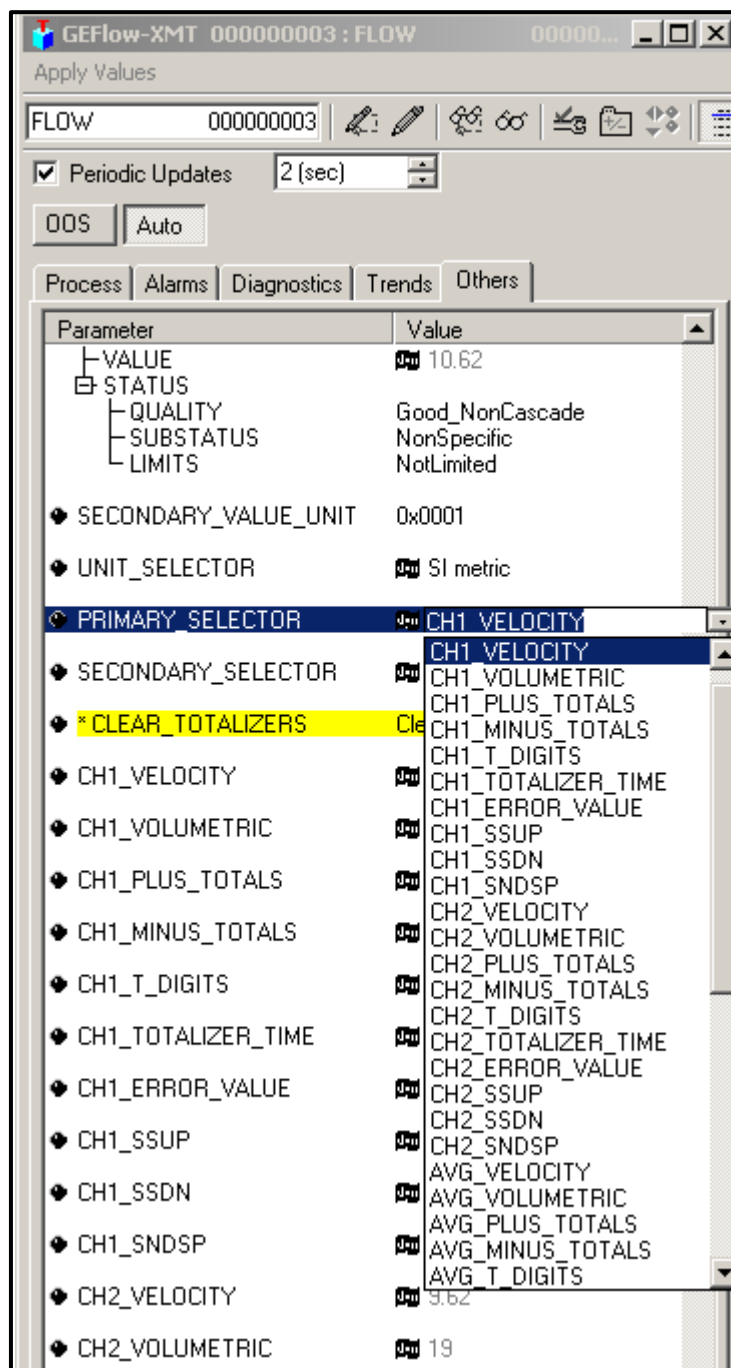

Рисунок 41: Выпадающий список основного селектора
2. Выберите вкладку **Others** (Другое) и откройте выпадающий список для PRIMARY_SELECTOR и SECONDARY_SELECTOR (см. рис. 41 на стр. 99).
3. Выберите из списка единицу измерения (см. рис. 41 на стр. 99).